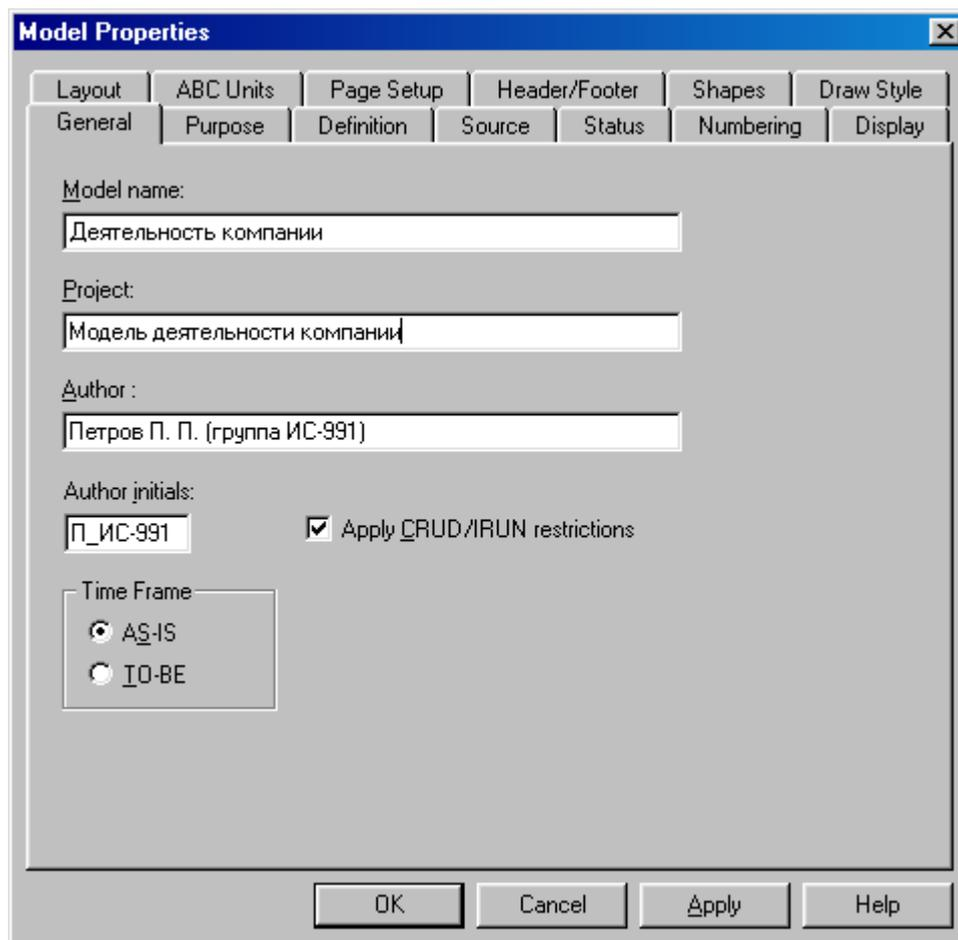

Рисунок 1.5 – Окно задания свойств модели
- 8 Перейдите в меню **Model/Model Properties**. Во вкладке **General** диалогового окна **Model Properties** в текстовое поле **Model name** следует внести имя модели "Деятельность компании", а в текстовое поле **Project** имя проекта "Модель деятельности компании", и, наконец, в текстовое **Time Frame** (Временной охват) - **AS-IS** (Как есть) (рисунок 1.5).